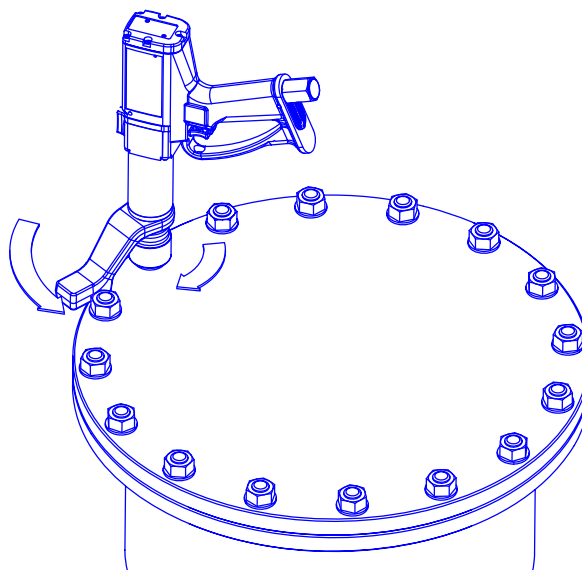

Abb. 8: Befestigungselemente mit Rechtsgewinde festziehen
- 1.6 Drehen Sie den Griff in eine bequeme Arbeitsstellung. Setzen Sie das Werkzeug an der zu befestigenden Verbindung so an, dass die Drehmomentstütze gegen den Stützpunkt gedrückt wird. Siehe Abb. 8.